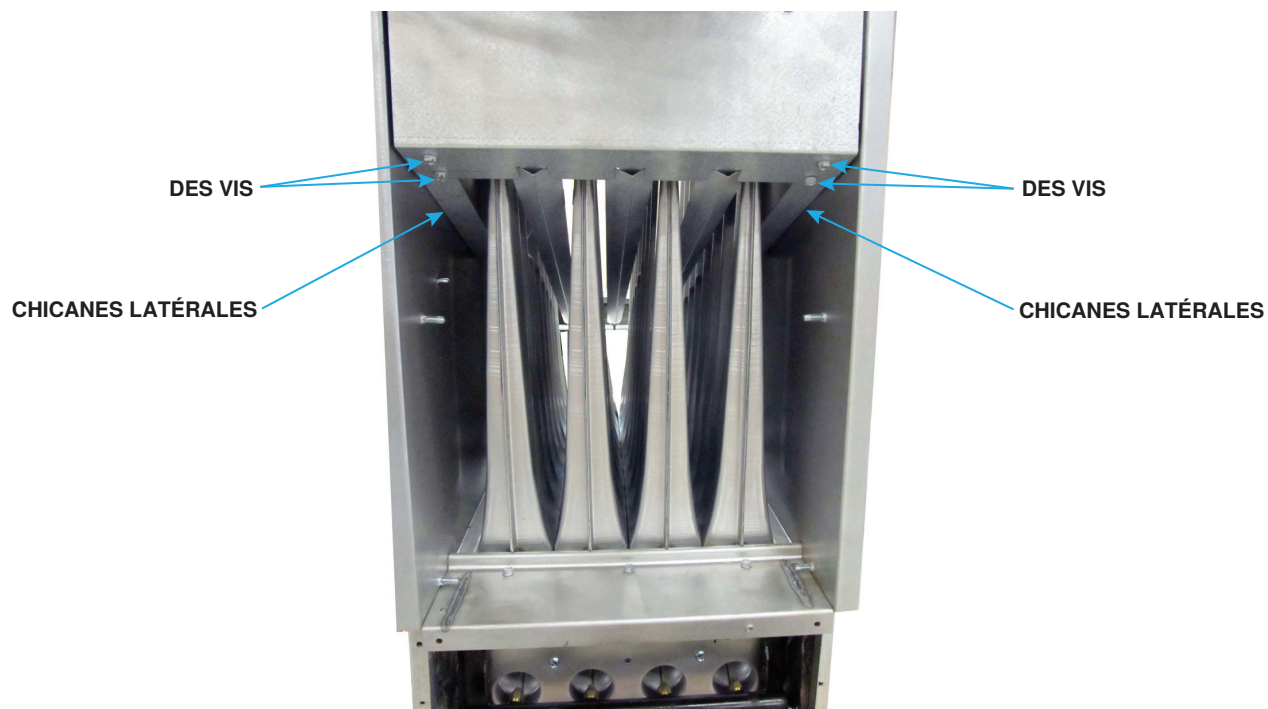

Figure 4. Retirez les chicanes latérales
2. Appareils de taille 125 à 400 seulement—retirez les chicanes latérales (voir Figure 4) :